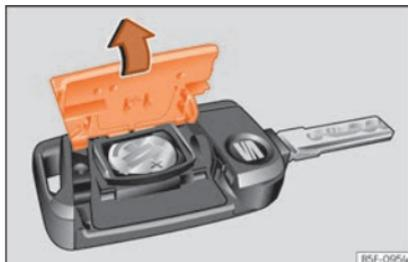

Abb. 119 Fahrzeugschlüssel: Deckel des Batteriefachs öffnen.
- Abdeckung auf der Rückseite des Fahrzeugschlüssels » Abb. 119 in Pfeilrichtung abnehmen » ⓘ.
- Abdeckung wie gezeigt ansetzen » Abb. 119 und entgegen der Pfeilrichtung auf das Fahrzeugschlüsselgehäuse drücken, bis sie einrastet.